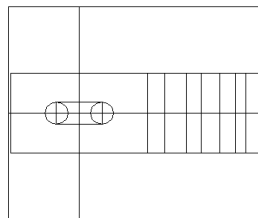

图 15-31
(12) 重复上述指令。作圆，圆心为 10, 0, 半径为 5, 结果如图 15-31 所示。